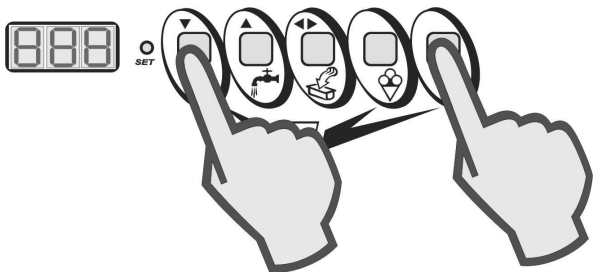

Abb.4
- Während des Zyklus, erneut die Tasten STOP und HALBAUTOMATISCH drücken (Fig. 4).